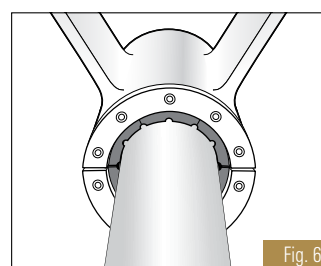

Fig. 6
7. Instale el mecanismo de compresión en la mitad superior y ajuste ligeramente los pernos. (Fig. 6).